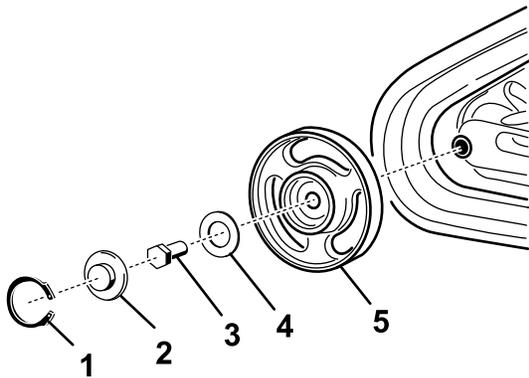

Figure 48
**Remarque:** Il pourra être nécessaire de déposer le galet de roulement extérieur avant. Pour ce faire, enlevez le circlip et le chapeau au centre du galet de roulement (Figure 48). Enlevez ensuite le boulon et le joint du centre du galet, puis déposez le galet de la machine.